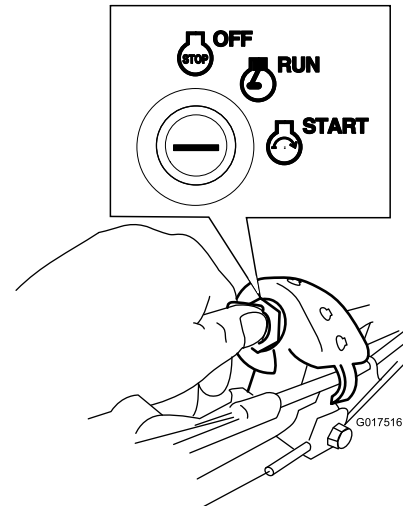

Figura 19
- **Chiave di accensione:** girate la chiave di accensione e mantenetele in posizione di avviamento (Figura 19); rilasciatela quando il motore si avvia.
1. girate la chiave di accensione in posizione di marcia Run (Figura 19).